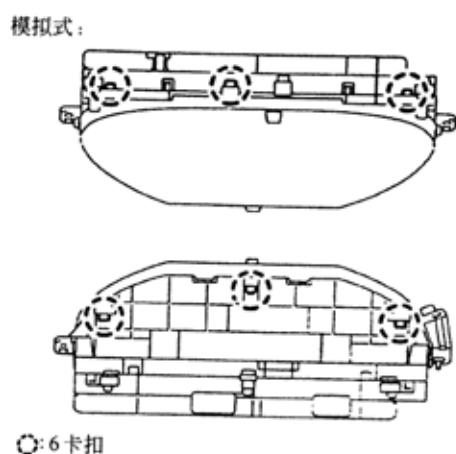

图 9-126
(2) 模拟式：松开 6 个卡扣，拆下组合仪表玻璃，如图 9-126 所示。